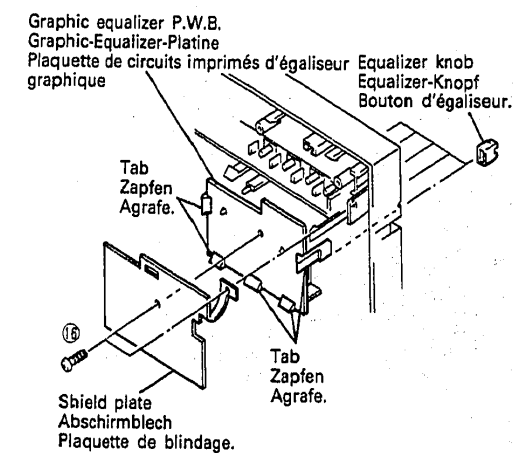

Fig. 10 Abb. 10
12. **Graphic-Equalizer-Platine (Abb. 10)**
12. **Plaque de circuits imprimés d'égaliseur graphique (Fig. 10)**